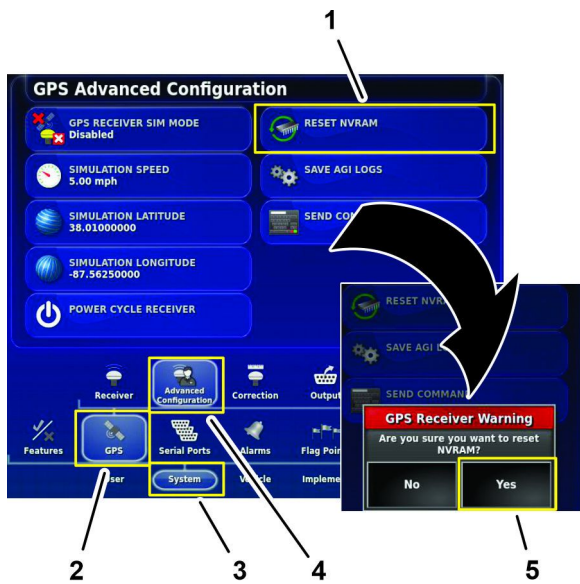

Figura 250
1. En la pantalla Configuración, pulse el icono SISTEMA, el icono GPS y el icono CONFIGURACIÓN AVANZADA (Figura 250).
2. En la pantalla Configuración avanzada del GPS, pulse el icono REINICIAR NVRAM (Figura 250).
3. En el cuadro de diálogo Advertencia recepción GPS, pulse el icono Sí (Figura 250).